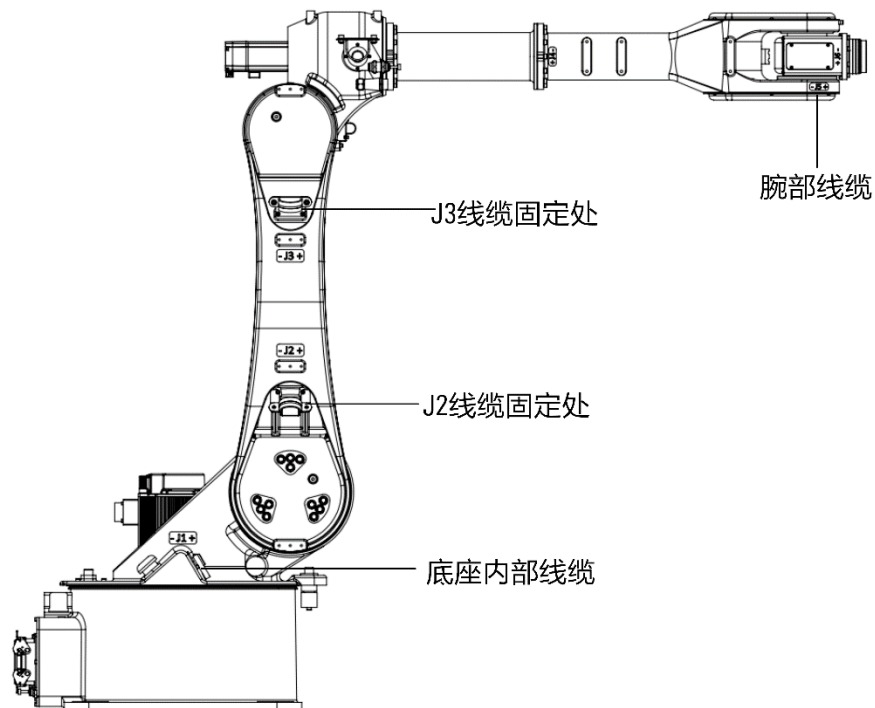

图 12-1 操作机线缆布局图
为保证机器人能够长期运转，每运行 1920 小时或 6 个月（以较短时间为准），应检查操作机线缆，线缆布局如图 12-1 所示。
- 步骤8. 将线缆装入底座内部，保持图 12-1 中睡“U”型。